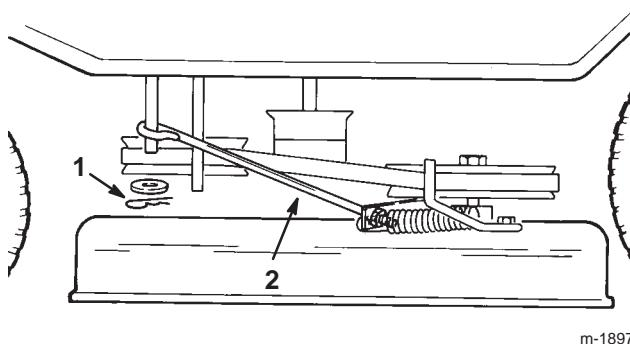

Bild 33
11. Entfernen Sie den Splint und die Scheibe vom Messerregelarm links am Mähwerk (Bild 33).